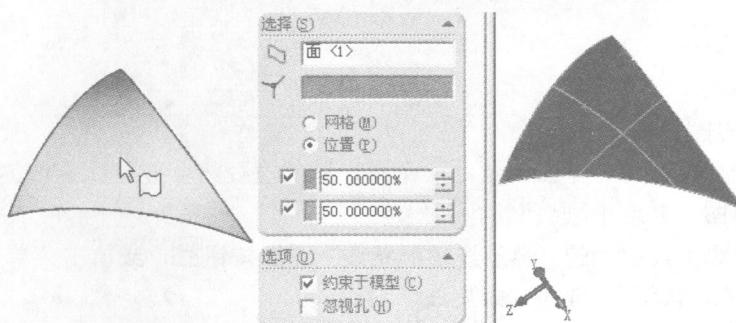

图 1-8 使用“位置”选项的面部曲线
- (1) 打开光盘上的“【例 1-3】面部曲线.sldprt”零件文件。
- (2) 单击草图绘制工具栏上的“面部曲线”图标按钮，在图形区域中选择一个曲面。
- (3) 在“面部曲线”属性管理器和绘图区域中进行设置和选择，单击“确定”图标按钮，如图 1-8 所示。
- (4) 单击“撤消”图标按钮或单击菜单“编辑”→“撤消”或按〈Ctrl+Z〉键，取消使用“位置”选项的面部曲线。